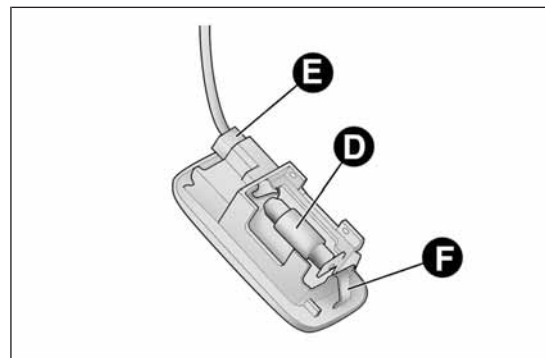

fig. 149
- ☐ quitar la protección B desenganchándola de las aletas C y sustituir la lámpara D fig. 149 tirando de ella hacia fuera para sacarla de los contactos laterales;
- ☐ para montar de nuevo el plafón, introducir primero el lado E fig. 149 y presionando luego el otro hasta oír el clic de bloqueo de la lengüeta F.